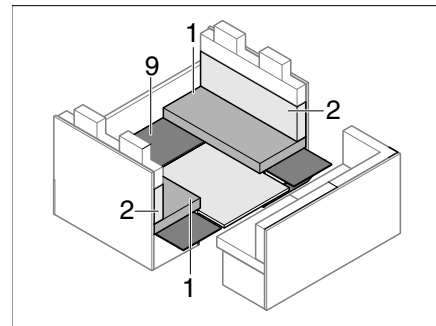

Fig. 200 Durante la trasformazione
- Riapplicare la sottostruttura (Fig. 200,9).